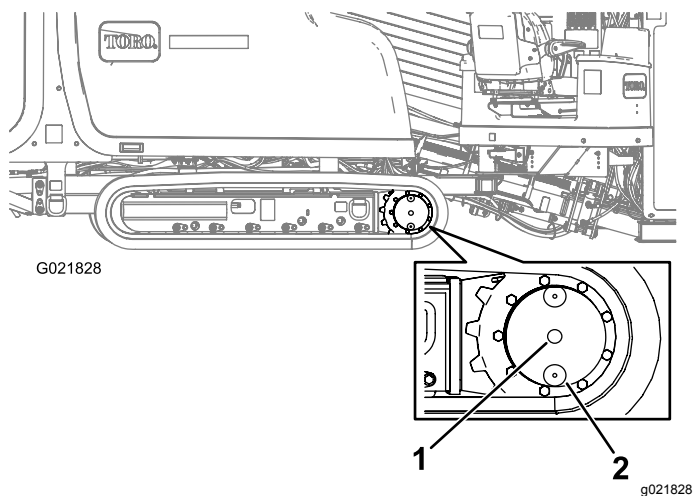

Рисунок 99
2. Очистите поверхность вокруг контрольной пробки уровня масла с помощью очищающего растворителя (Рисунок 99).
относительно земли (в положении «на 6 часов»), как показано на Рисунок 99.
- Отверните контрольную пробку уровня масла (Рисунок 99).
- Очистите поверхность вокруг контрольной пробки уровня масла (Рисунок 99).
- Поверните планетарный редуктор так, чтобы пробка маслосливного отверстия находилась прямо под контрольной пробкой уровня масла (Рисунок 99).